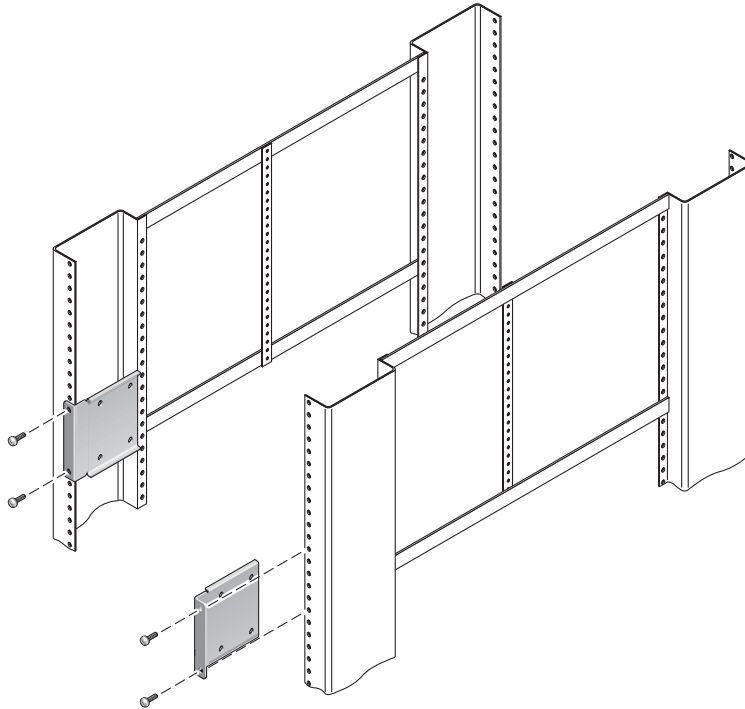

FIGURA 3-10 Fissaggio delle staffe corte alla parte anteriore del rack
7. Sollevare ciascuna staffa corta alla posizione desiderata nella parte *anteriore* del rack e fissare una staffa corta a ciascuno dei montati anteriori del rack (FIGURA 3-10).